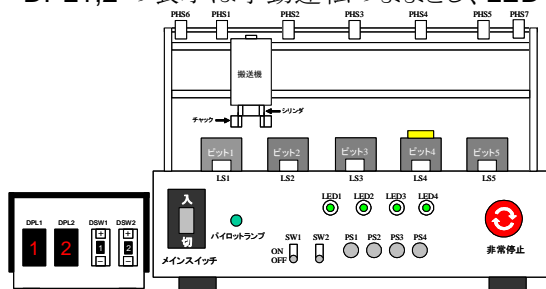

図 1.1 装置概要図
- ① 搬送機の左行とは、装置(図 1.1)を正面に見て、搬送機が左に移動することとする。
- ② 搬送機の右行とは、装置(図 1.1)を正面に見て、搬送機が右に移動することとする。
- ③ 原点とは、搬送機がピット 2 の位置、シリンダが上昇端、チャックが閉の全てを満たした状態とする。
- ④ ワークの個数は、手動運転、自動運転ともに 1 個とする。